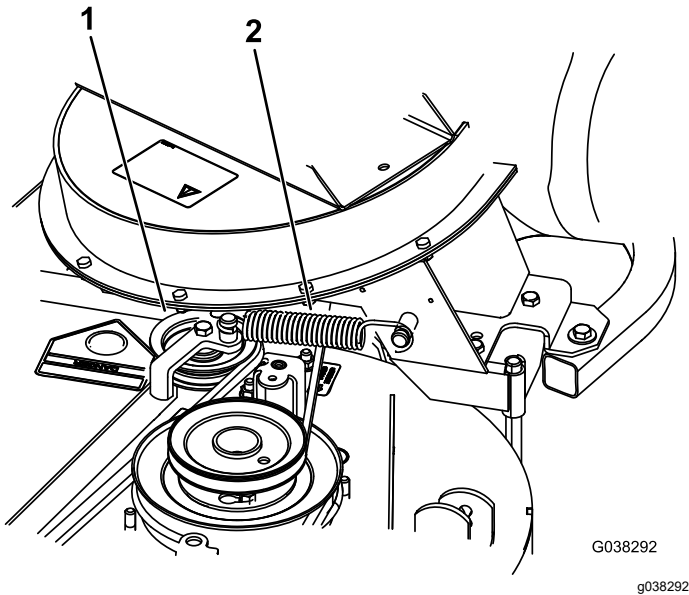

Figura 41
8. Instale a mola como se mostra na Figura 41.
9. Instale a correia na polia intermédia da mola (Figura 41).